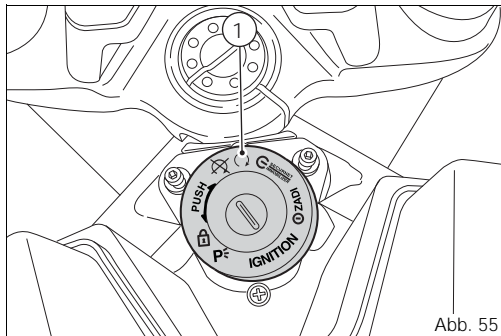

Abb. 55
- 1) Den Zündschalter in die Position (1, Abb. 55) drehen.